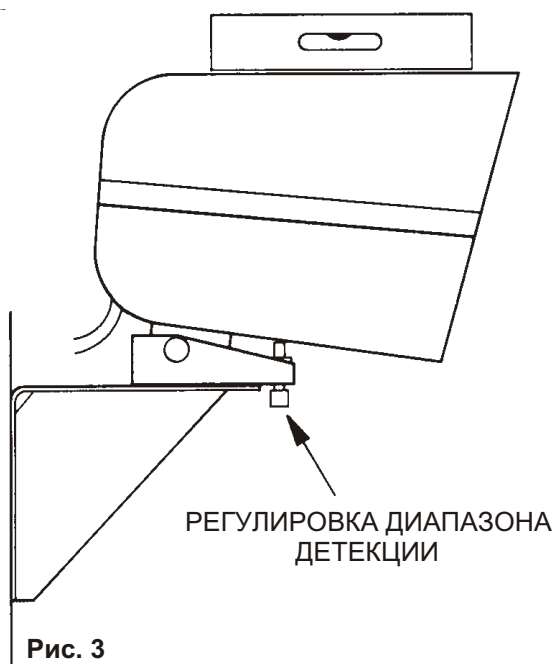

Рис. 3
Козырек извещателя должен быть направлен параллельно поверхности земли. Для выравнивания в вертикальном направлении используйте регулятор наклона (рис. 3)
- ослабьте винты вертикальной регулировки и добейтесь, чтобы козырек извещателя был направлен параллельно поверхности земли (см. Рис. 3).